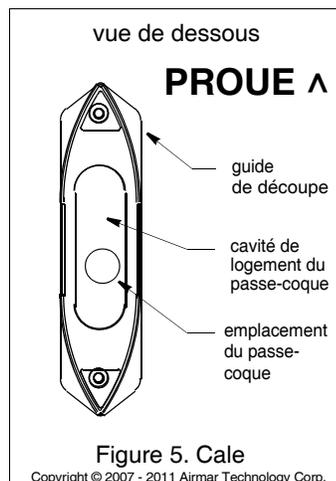

Figure 5. Cale
6. Contrôlez l'ajustement en appliquant la cale profilée contre la coque. **Veillez à aligner la cale parallèlement à l'axe longitudinal de la coque** (quille), et à positionner le passe-coque environ aux 2/3 arrière de la cavité (voir Figure 5). Tenez la cale par l'avant et l'arrière et essayez de la bouger en arrière et en avant. À l'aide d'une râpe ou d'une lime électrique, conformez la cale de sorte qu'elle reste immobile.